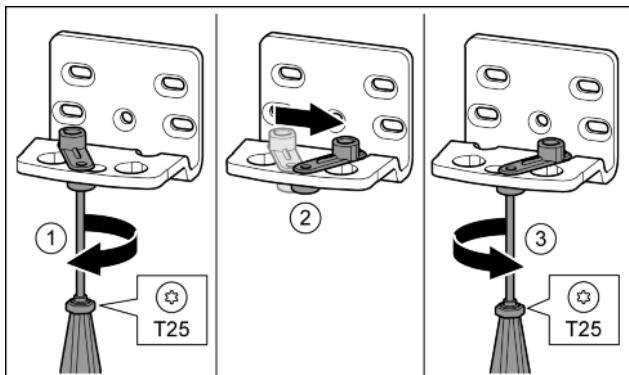

Fig. 12
- За допомогою викрутки T25 послабте гвинт. Fig. 12 (1)
- Допоміжний засіб для закривання дверцят підніміть і поверніть в отворі праворуч на 90°. Fig. 12 (2)
- За допомогою викрутки T25 закрутіть гвинт. Fig. 12 (3)